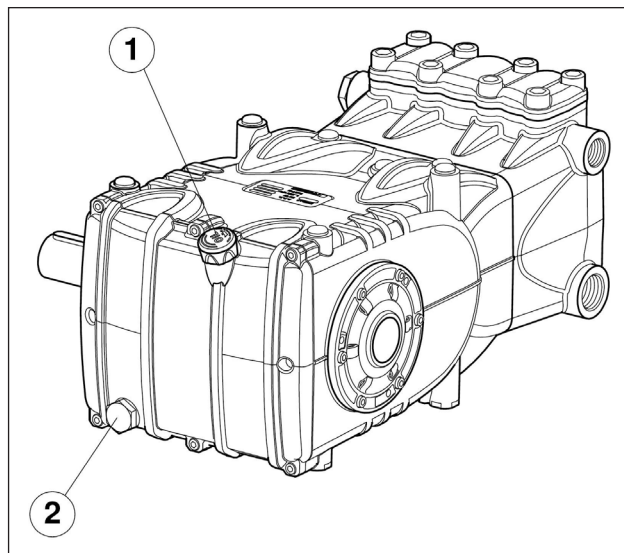

图 3
通过油位尺 ①，图 3。
正确的油位检查必须在泵处于室温时进行，换油必须在泵处于工作温度时进行，首先拆除油位杆（部件号 ①），随后拆除塞子（部件号 ②，图 3）。
使用温度探头插入放油塞（部件号② 图 3）。